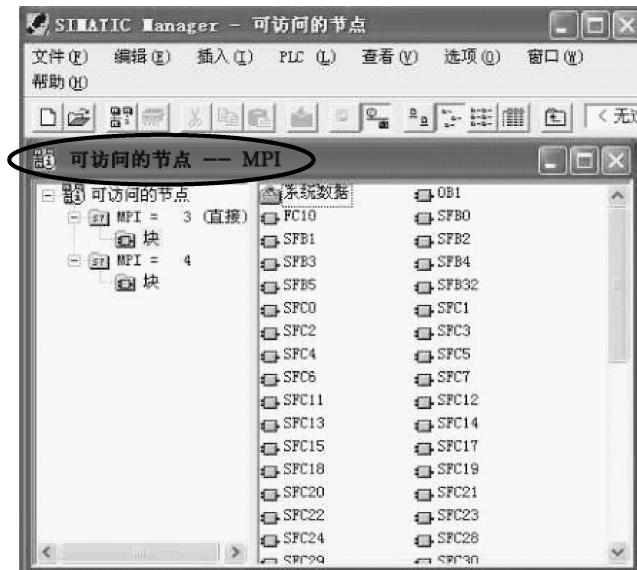

图 3-57 显示可访问节点的列表
2) 从显示的列表中单击节点（“MPI = ...”对象），并单击“块”文件夹以显示可访问节点的列表，如图 3-57 所示。